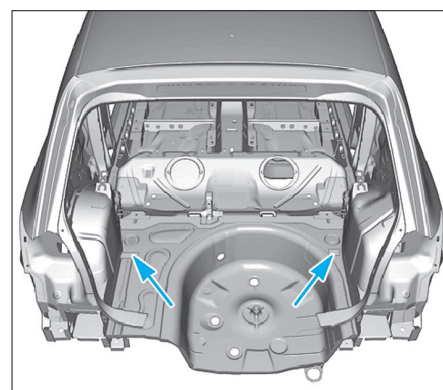

FIG. 126
- Préparer les pièces en mousse (Fig.126).